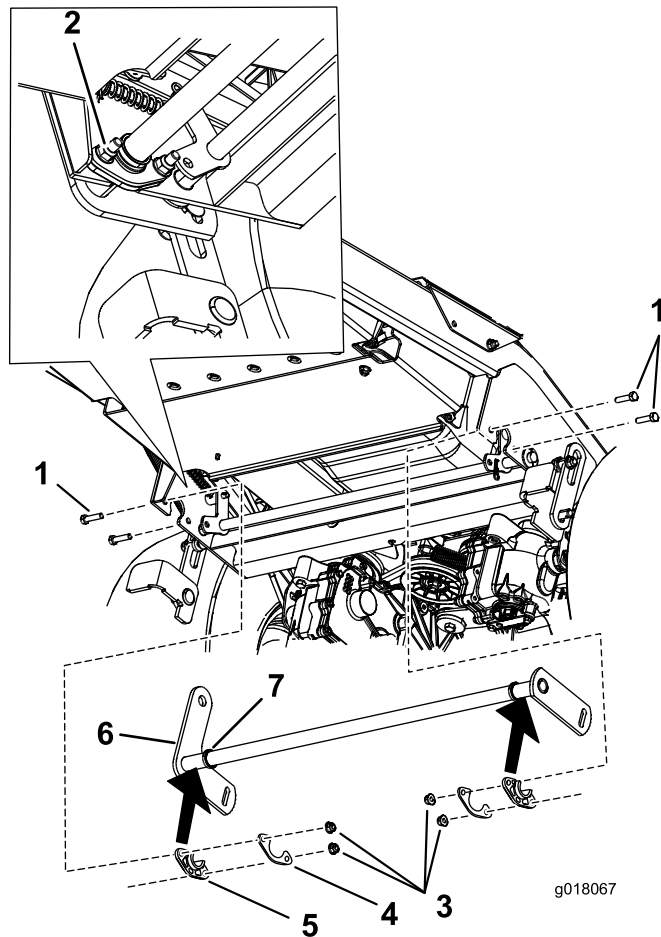

Figura 2
- Retire las dos tuercas y los pernos de los casquillos con brida existentes (Figura 2).